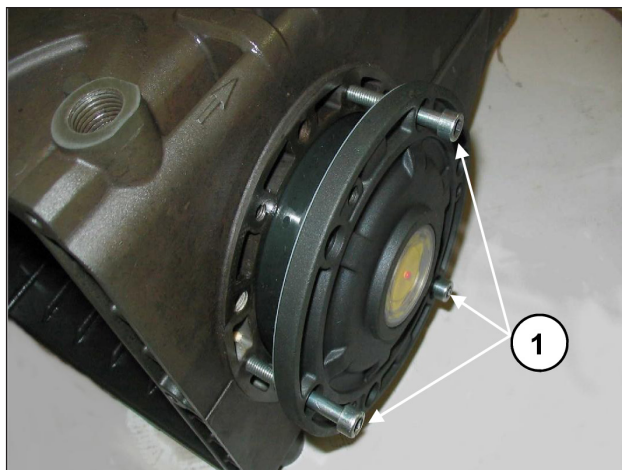

Рис. 8
Для упрощения ввода первого участка и установки крышек на картер рекомендуется использовать 3 винта М6 х 40 с неполной резьбой (Рис. 8, поз. ①), а затем завершить операцию винтами (М6х16) из комплекта поставки.